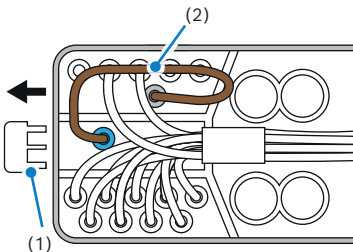

Abb. 1
6. Installieren Sie die Kabelbrücke in den Kabelbaumstecker XE2 (Abb. 1).
- den Schutz (1) in Pfeilrichtung abziehen
- eine Kabelbrücke mit braunem Kabel (2) in die Kammer einbauen, zwischen Anschluss von Kammer 52 mit grauer Dichtung und Kammer 53 mit blauer Dichtung